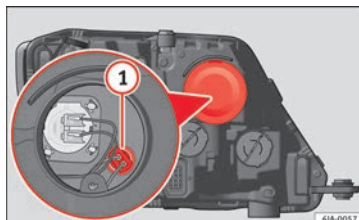

Bild 89 Byta positionsljusens glödlampor
- Ta bort skyddslocket » **bild 89**.
- Ta bort lamphållaren » **bild 89 1** genom att dra den utåt.